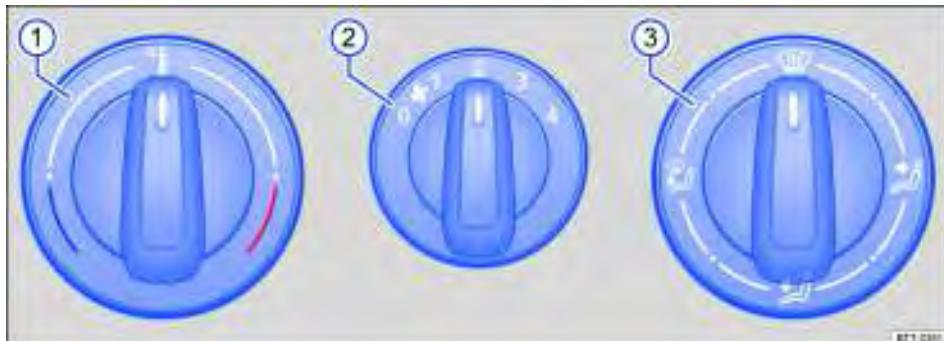
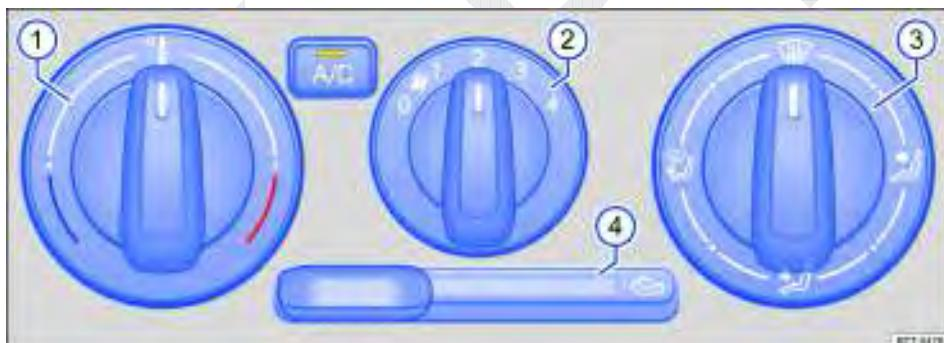

Fig. 96 No console central: comandos do sistema de ventilação e aquecimento.
Fig. 97 No console central: comandos do ar-condicionado.
Botão, regulador	Informações complementares do sistema de ventilação e aquecimento ⇒ Fig. 96 e ar-condicionado ⇒ Fig. 97.
- Em veículos com sistema de aquecimento, colocar o regulador da temperatura ⇒ Fig. 96 ① totalmente para a direita, para a posição máxima de aquecimento.
- Colocar o regulador de distribuição de ar ③ na posição .
- Colocar o ventilador ② no nível 3 ou 4.
- Colocar o regulador da distribuição de ar ⇒ Fig. 97 ③ para a posição .
- Colocar o regulador da temperatura ① na posição desejada.
Ligar: empurrar o regulador corredizo \Rightarrow Fig. 97  (4) para a direita até o batente.
Desligar: empurrar o regulador corredizo \Rightarrow Fig. 97  (4) para a esquerda até o batente.